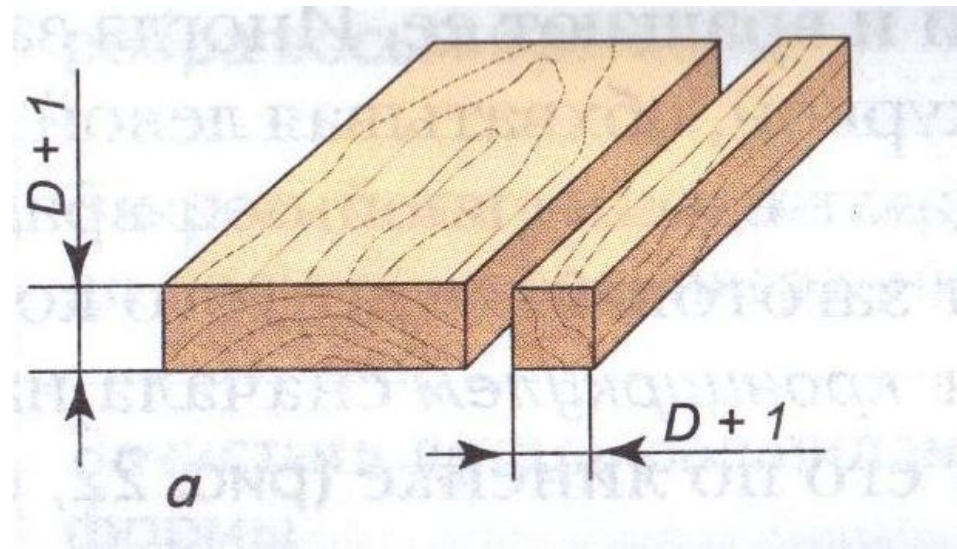

Рис. 1. Последовательность изготовления детали цилиндрической формы ручным инструментом.
- Бруски обычно выпиливают из досок (рис. 1, а). Толщина и ширина бруска должна быть на 1...2 мм больше диаметра будущего изделия с учетом припуска (запаса) на обработку.